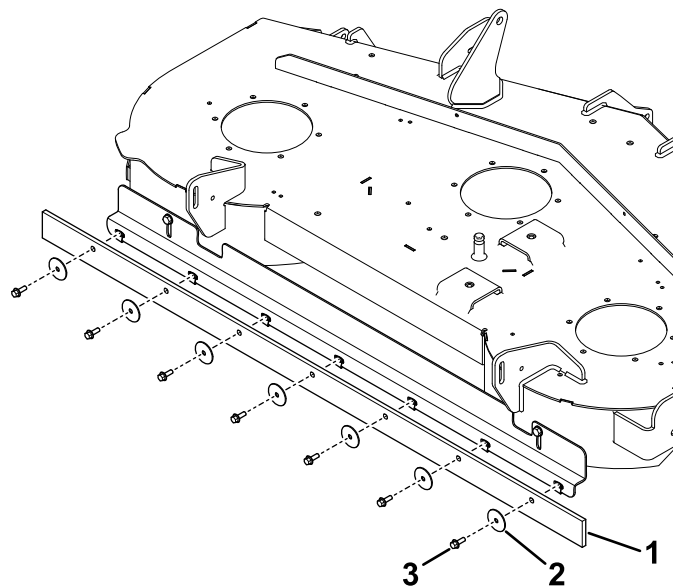

Figura 5
7. Montate il parasabbia sulla staffa utilizzando 7 bulloni ($\frac{1}{4}$ " x $\frac{3}{4}$ ") e 7 rondelle (Figura 5).